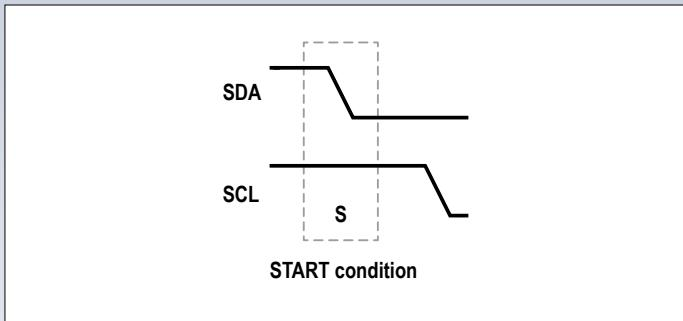

Figure 4. Pour démarrer une communication, il faut remplir la condition de *START*.
1. Pour lancer la transmission, le maître abaisse d'abord la ligne de données SDA, puis celle d'horloge SCL (**figure 4**). Cette séquence s'appelle la condition de départ, *START condition*.
Figure 4. Analyse d'un signal modulé en amplitude avec l'analyseur de forme d'onde synthétique (SWA). Les valeurs du taux de modulation et des fréquences de la porteuse et de la modulation peuvent être entrées comme paramètres.